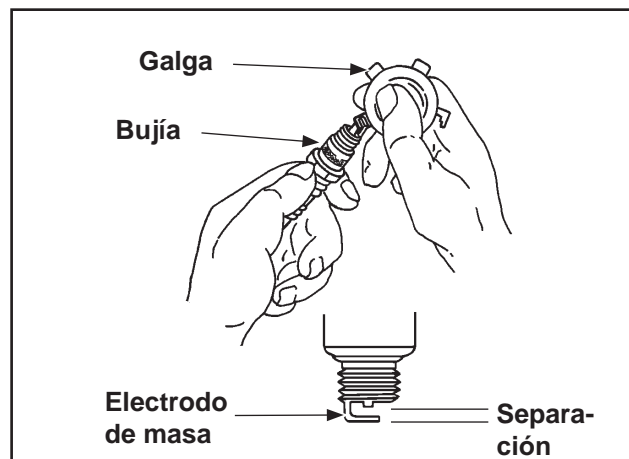

Figura 18. Separación de bujías.
- Compruebe la separación de electrodos con una galga. Ver Figura 18.